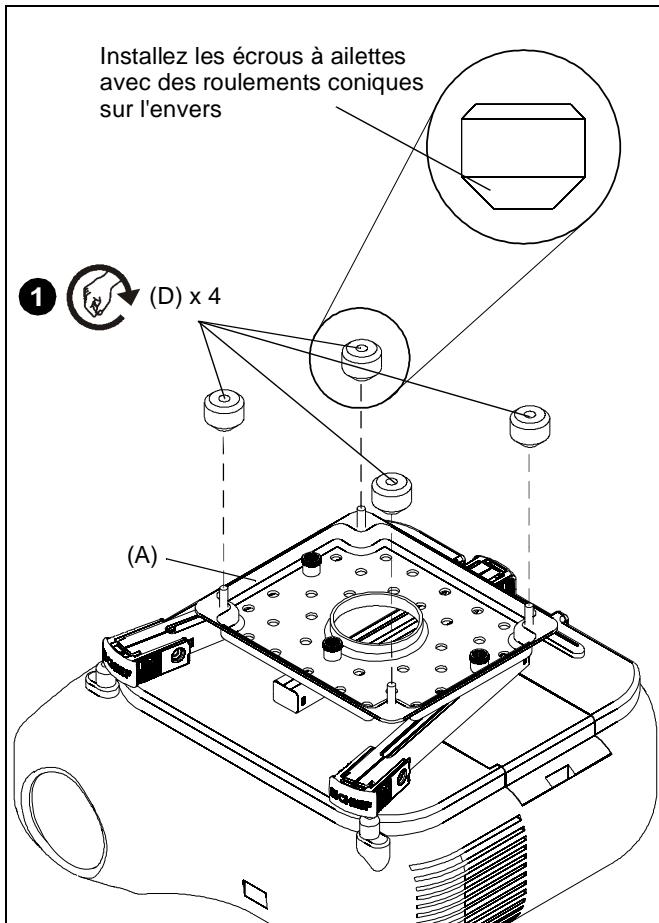

Figure 8
- Sur le SLBU, installez en partie quatre écrous à ailettes (D) aux vis de la plaque principale du SLBU. Assurez-vous d'installer les écrous à ailettes avec des roulements coniques sur l'envers. (See Figure 8)